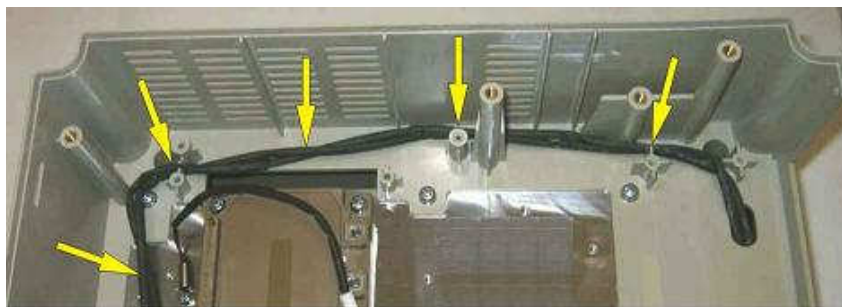

Рис. 7.23
7.12.3. Проложить кабели вентиляторов в соответствии с рис.7.23.